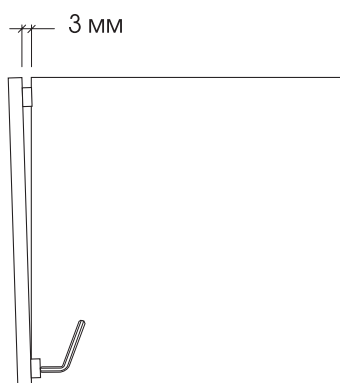

рис. 116
- 1) если сверху зазор составляет около 3-х мм, а снизу - меньше, с помощью 2,5 мм шестигранного ключа, вращая винт на нижней регулировке (B), добейтесь идеального положения двери (рис. 116).